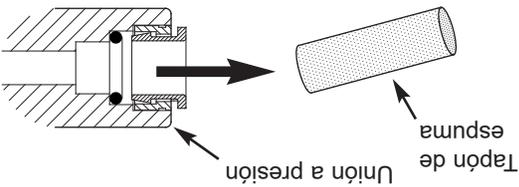

FIG. 17
**NOTA:** Retire los tapones de espuma antes de conectar los tubos (Vea la Fig. 17). Elimine los tapones de espuma.